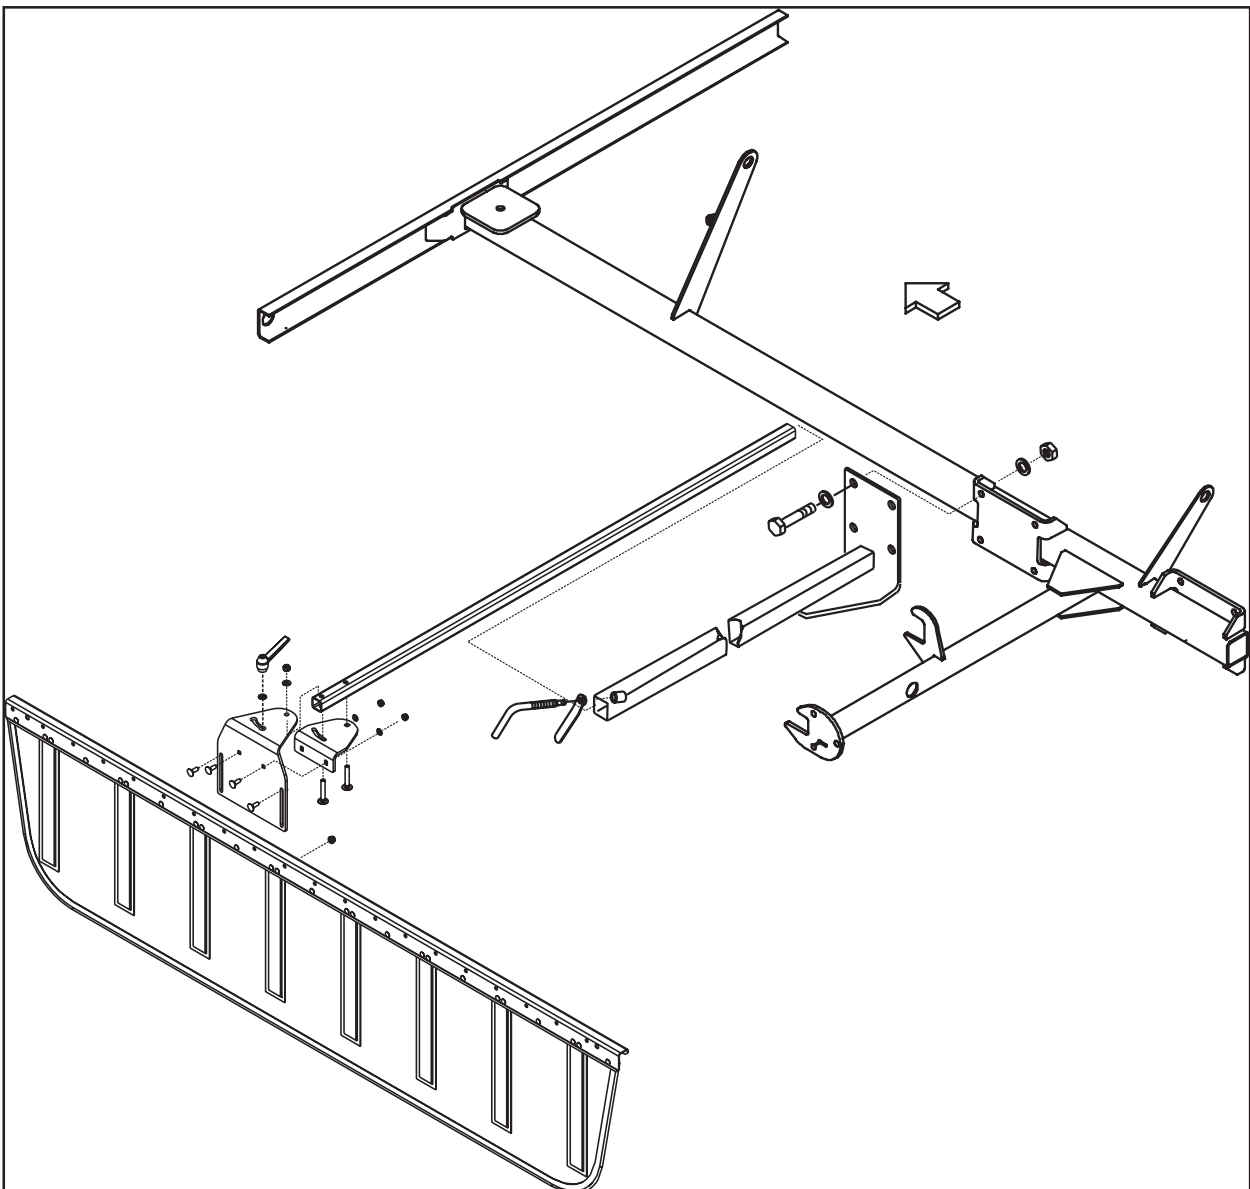

Fig. 3-28
Monter la planche à andains prémontée (F) sur le cadre de protection en utilisant les pièces de montage du sac T (fig. 3-28).